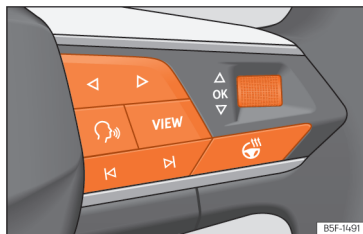

Fig. 10 Lado derecho del volante multifunción: teclas para utilizar los menús y las indicaciones informativas del cuadro de instrumentos (según versiones).
Mientras haya una advertencia con prioridad 1 >>> **pág. 26**, no se podrá acceder a ningún menú. Algunas advertencias se pueden confirmar y ocultar con la tecla **OK** del volante multifunción >>> **fig. 10**.
- Si se muestra un mensaje o el pictograma de un vehículo, pulse la tecla **OK** >>> **fig. 10**; si es necesario, varias veces.